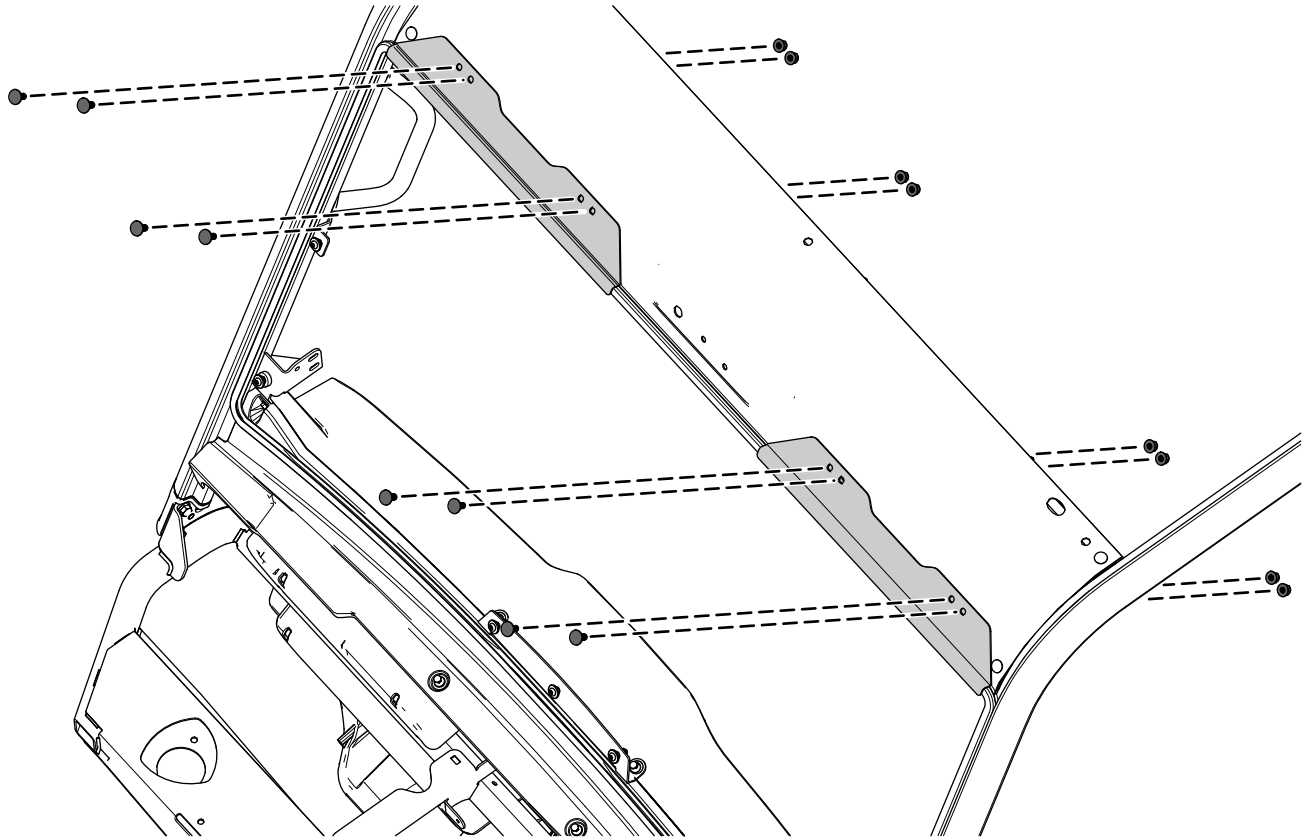

Bild 6
5. Befestigen Sie die obere Seite der Windschutzscheibe mit zwei Scheibhalterungen, acht Schlossschrauben (M8 x 20 mm) und acht Sicherungsmuttern (8 mm) lose am Überrollschutz, wie in Bild 6 dargestellt.